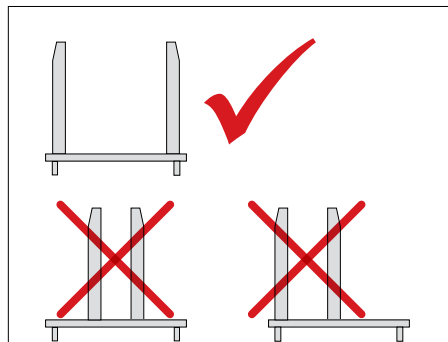

Fig. 55
- ▶ Régler les bras de la fourche de manière à ce qu'ils soient le plus éloignés possible l'un de l'autre (Fig. 55).